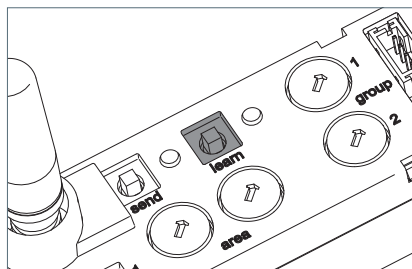

Fig. 20: Tasto "learn".
- Premere il tasto "learn" e tenerlo premuto per 10-15 secondi, finché il LED "learn" non lampeggia lentamente, vedi Fig. 20.